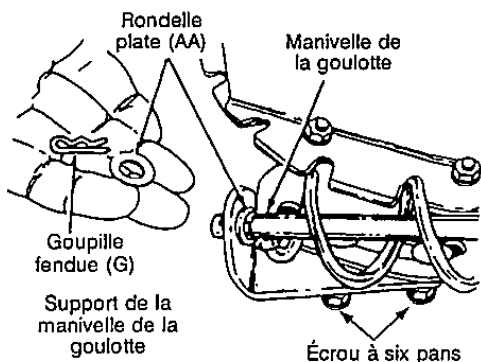

FIGURE 8
- Placez une rondelle plate (AA) de l'extrémité de la manivelle de la goulotte, puis enfoncez l'extrémité de la manivelle dans le trou du coussinet en plastique sur le support de la goulotte. Voir la figure 8. Remettez la rondelle plate (AA) et maintenez-la avec la goupille fendue (G) (5/16 po diamètre).
- Desserrez les écrous à six pans du support de la manivelle de la goulotte et ajustez celui-ci (voir la figure 8) de manière que la partie hélicoïdale de la manivelle s'engrène bien avec les dents de la goulotte. Serrez les écrous sur les supports de la manivelle supérieure et inférieure.